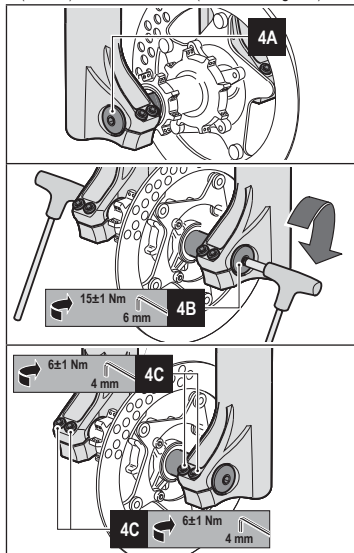

Figura 4 - Instalación rueda en horquillas de $\phi 35/\phi 38$ con eje pasante de $\phi 20$ mm
- Alinee el centro de la rueda con los dos ejes rueda (véase **4A** en **Figura 4**).
- Introduzca el eje a través del soporte rueda derecho, de la rueda y del soporte rueda izquierda (véase **4A** en **Figura 4**).
- Apriete el eje al par de torsión previsto (15 ± 1 Nm) actuando en el tapón del perno (véase **4B** en **Figura 4**) con una llave Allen de 6 mm.
- Ayudándose con una llave Allen de 4 mm, apriete los tornillos colocados en los dos soportes rueda al par de torsión previsto (6 ± 1 Nm) con secuencia "1-2-1" (véase **4C** en **Figura 4**).